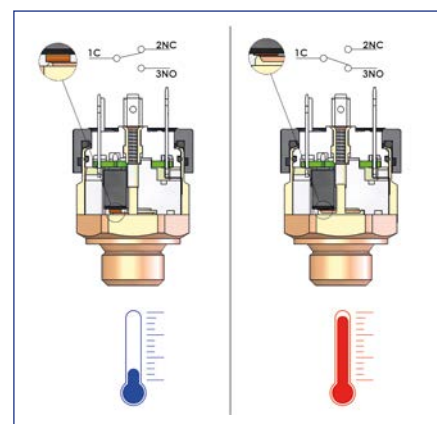

FIG. 3
- Nella versione con CONTATTI IN SCAMBIO (SPDT) di Fig. 3, la temperatura del fluido sull'elemento separatore, determina invece la commutazione di un microswitch. In quest'ultima versione è possibile utilizzare indifferentemente sia i contatti N.C. che N.A. che entrambi.
- In the SWITCHING CONTACTS (SPDT) of Fig. 3 version, the temperature of the fluid on the separating element causes a microswitch to switch.